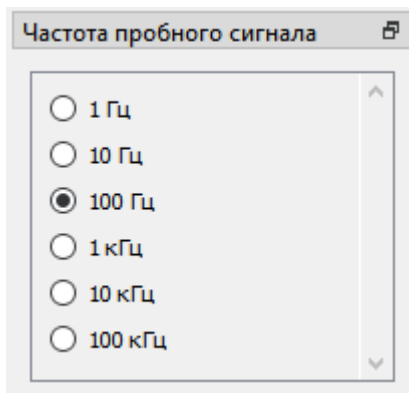

Рисунок 11. Выбор частоты пробного сигнала
- В блоке "Частота пробного сигнала" (рисунок 11) выбирается частота генерируемого на выходе измерительных щупов сигнала для снятия ВАХ.